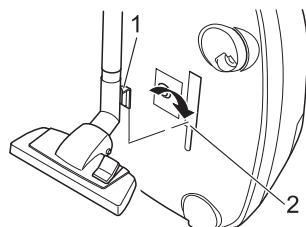

Abb. 17
■ Zum **Aufbewahren** können Sie den Park-/Verstauhaken (Abb. 17/1) in die Verstauhalterung (Abb. 17/2) unten am Bodensaugsauger einhängen.